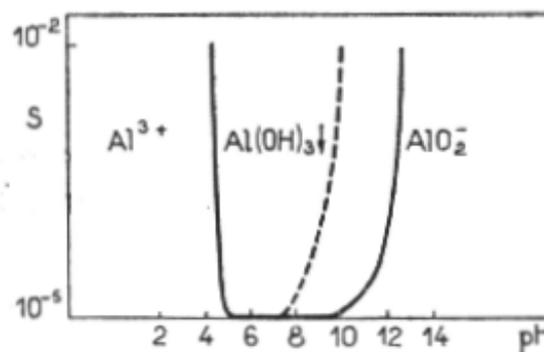

FIG. 61. — Solubilità apparente dell'idrossido di alluminio in funzione del pH.
- **Idrossidi e pH:** Al(III) è incolore. Al(OH)₃ è bianco, anfotero e si ridiscioglie a pH 12 (Fig. 61).
- Idrossidi anfoteri, con andamenti analoghi a Fig. 61: Al(OH)₃; Cr(OH)₃; Cr(OH)₂; Zn(OH)₂; Pb(OH)₂; Sb(OH)₃; Sn(OH)₂; Sn(OH)₄; Cu(OH)₂